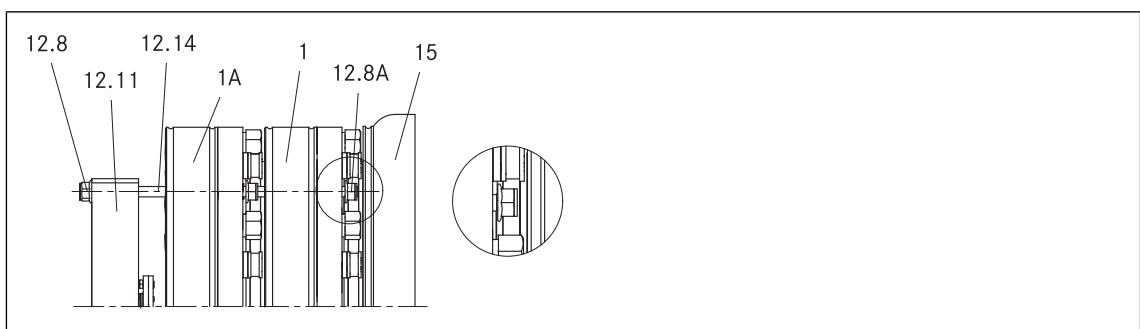

Abb. 17 Vormontage der Bremse mit Handlüftung am Motor
- Bremse mit den sechs mitgelieferten Zylinderschrauben (10) in mehreren Durchläufen gleichmäßig mit einem Drehmomentschlüssel festschrauben, Abb. 17.
10. Mit einem Drehmomentschlüssel die mitgelieferten Befestigungsschrauben (10) nochmals mit dem vorgeschriebenen Anzugsmoment festschrauben,  16.